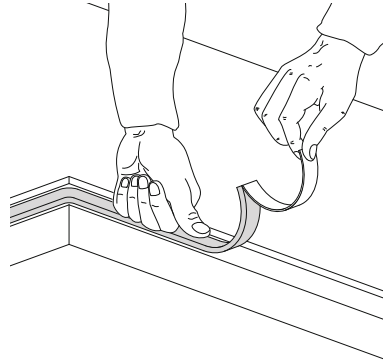

Abb. 5: Anbringen der Isolierdichtung
- Bevor das Feld eingelegt werden kann, muss auf der ganzen Ausfräsung die beiliegende Isolierdichtung [Fig.5] angebracht werden.